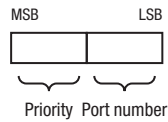

Figure 40 : Identifiant de port
- ▶ Lorsque plusieurs chemins avec les mêmes coûts de chemin racine conduisent d'un commutateur réseau jusqu'à ce même commutateur réseau, le commutateur réseau le plus éloigné de la racine utilise l'identifiant de port de l'autre commutateur réseau comme dernier critère (voir la figure 40). Dans ce processus, le commutateur réseau bloque le port menant au port avec l'ID numériquement plus élevé (un ID numériquement plus élevé est logiquement pire). Si 2 ports ont la même priorité, le port avec le numéro de port plus élevé a l'ID numériquement plus élevé, qui est logiquement pire.